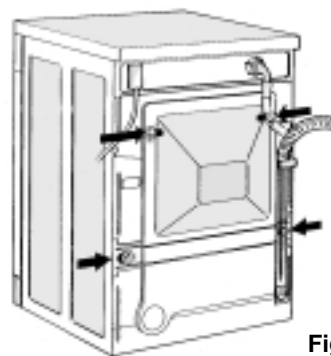

Fig. 2
1. Dévisser les vis avec la clé fournie (Fig. 2).